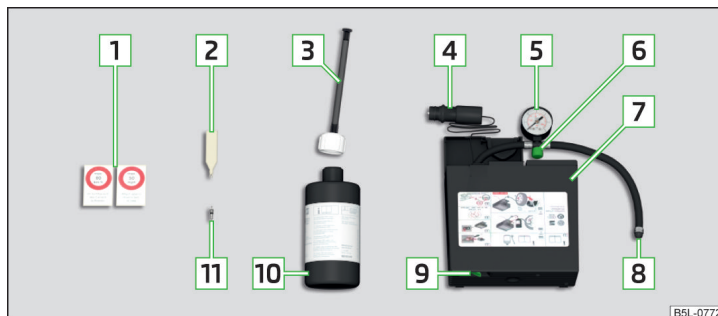

Bild 154 Beskrivning av reparationssatsen
- Sätt fast ventilinsatsnyckeln **[2]** » **bild 154 på sidan 134** på ventilinsatsen, så att ventilinsatsen passar i spåret på nyckeln.
- Skaka flaskan **[10]** » **bild 154 på sidan 134** några gånger fram och tillbaka.
- Skruva däckpåfyllningsslangen **[8]** » **bild 154 på sidan 134** på däckventilen.
- Fäst etiketten **[1]** » **bild 154 på sidan 134** på instrumentpanelen i förarens synfält.